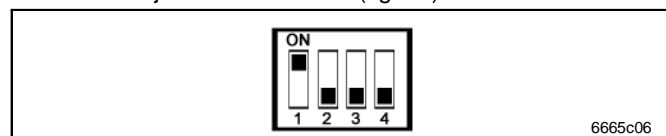

Fig. 17 Interruptor DIP, sistemas progresivos - disposición de servicio
- ➔ Ahora reajuste SW4 en OFF (fig. 17).